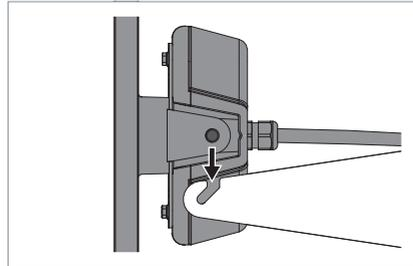

Fig. 11: Colgamiento de la luminaria en el soporte.
- ▶ Cuelge la luminaria en el soporte, véase Fig. 11.